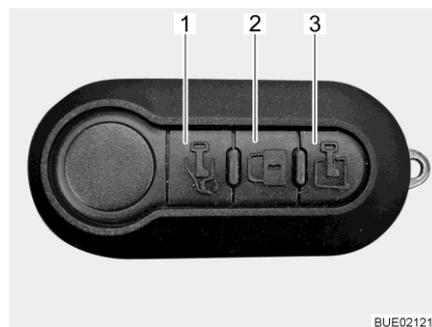

Fig. 50 Telecomando multifunzione (3 tasti)
- Premere una volta brevemente il tasto  (Fig. 50,1). La porta conducente è sbloccata.
- Premere una volta brevemente il tasto  (Fig. 50,3). La porta di ingresso è sbloccata.
Bloccaggio di tutte le porte: ■ Premere una volta brevemente il tasto  (Fig. 50,2). Tutte le porte sono bloccate.